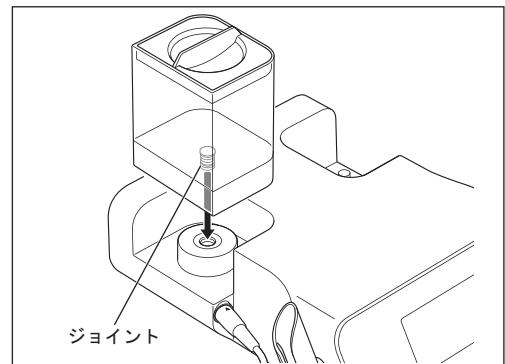

図13
- 3) 注水タンク蓋をしっかりと閉め、注水タンク接続部にタンクのジョイントをまっすぐ挿し込みます（図13）。